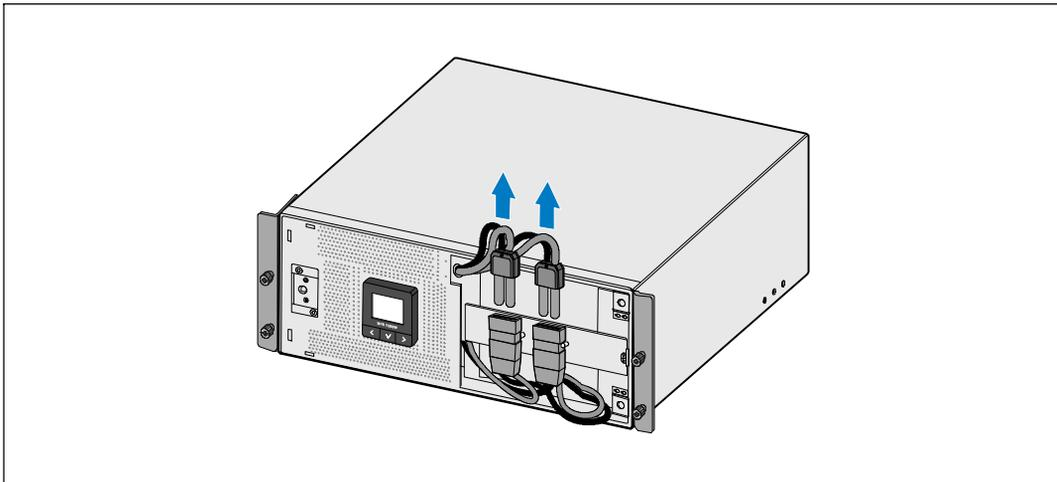

Figure 26. Les batteries internes de l'onduleur **DOIVENT** être déconnectées avant le transport.
- 4 La procédure suivante doit être réalisée ou supervisée par du personnel familier des batteries et des précautions requises (voir Figure 26).